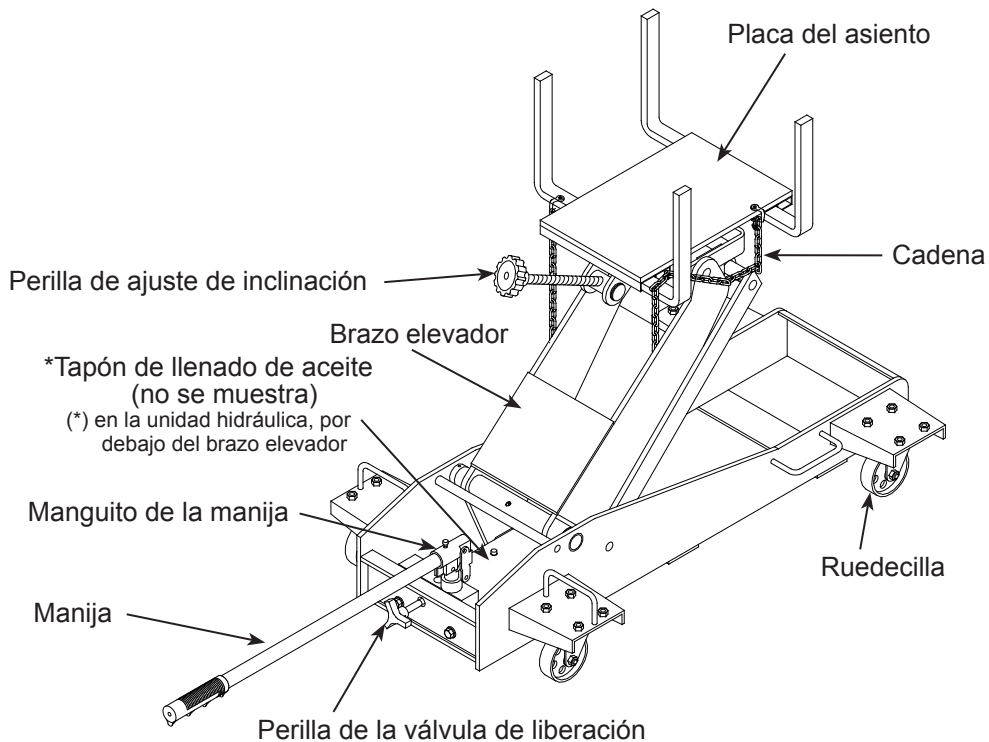

Figura 1: Componentes habituales del gato de transmisión
3. Para familiarizarse con el funcionamiento básico, ubique y gire la perilla de la válvula de liberación (*consulte la Figura 1*):